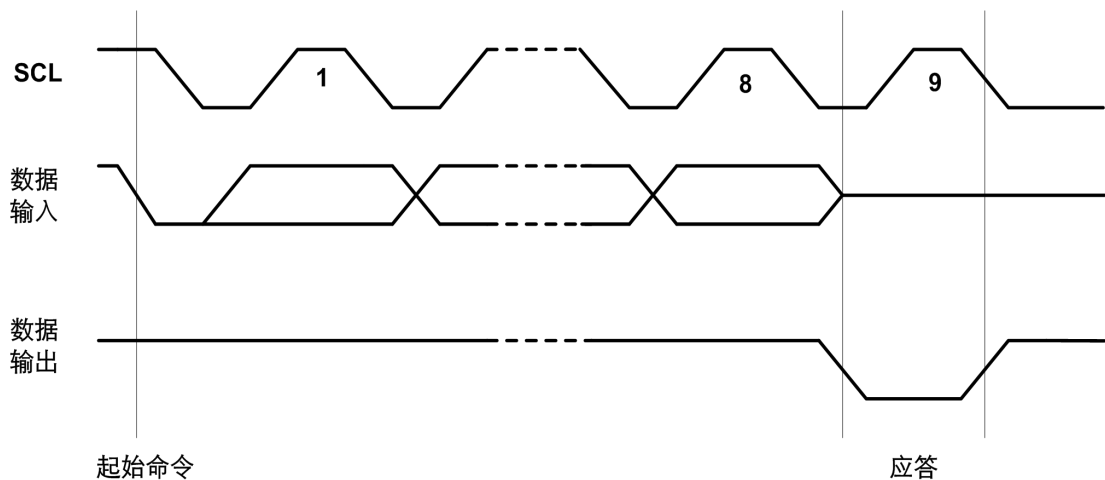

图 12-4 输出应答(ACK)
**输出应答：**SDA 上的数据都是以 8 位为一组串行输入和输出的，MSB 先发，接收方在收完每个字节后应当第 9 个周期回发一个回应 acknowledge 位（以下简称 ack），ack 的时钟由主机提供。发送方在 ack 期间悬空 SDA，接收方须将 SDA 拉低，确保 ack 时钟高电平期间 SDA 为低，形成有效的 ack 信号(参见图 12-4)。